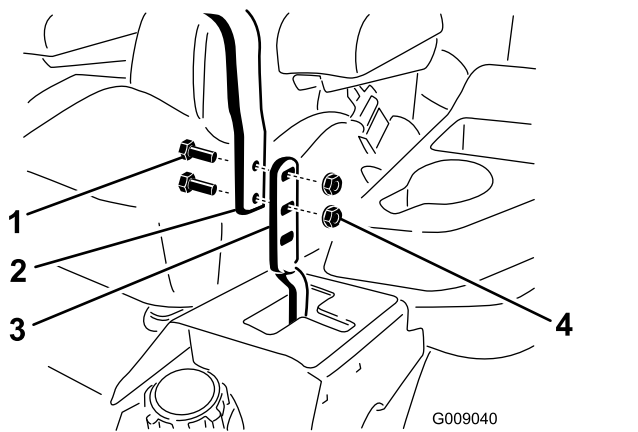

Bild 98
3. Lösen Sie die Schrauben und die Bundmuttern, die in den Hebeln installiert sind (**Bild 98**).